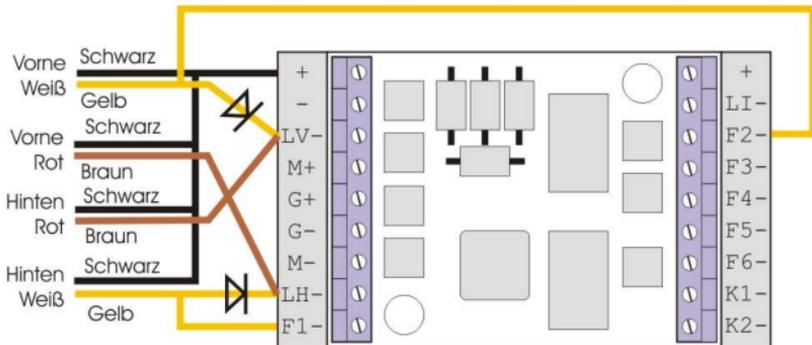

Abbildung 2: Anschluss an eMotion XL(S) mit Front-, Rück- und Fernlichtfunktion
2.1.2 Anschluss an eMotion XL oder XLS mit Front-, Rück- und Fernlichtfunktion (Abb. 2)